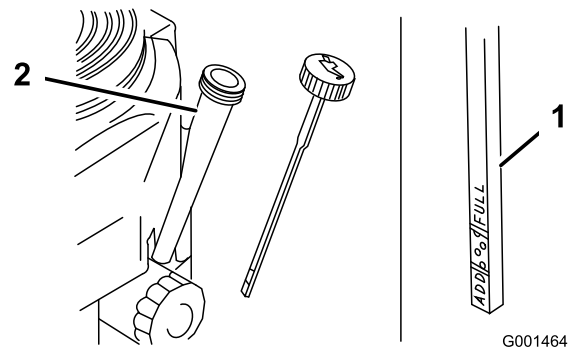

Figure 22
4. Nettoyez la surface autour de la jauge d'huile (Figure 22) pour éviter que des impuretés ne s'introduisent dans le goulot de remplissage, ce qui risquerait d'endommager le moteur.
5. Retirez la jauge d'huile et essuyez soigneusement son extrémité (Figure 22).
6. Remettez la jauge au fond du tube de remplissage, mais sans la visser (Figure 22).
9. Versez avec précaution environ 80% de la quantité d'huile spécifiée dans le goulot de remplissage (Figure 22).